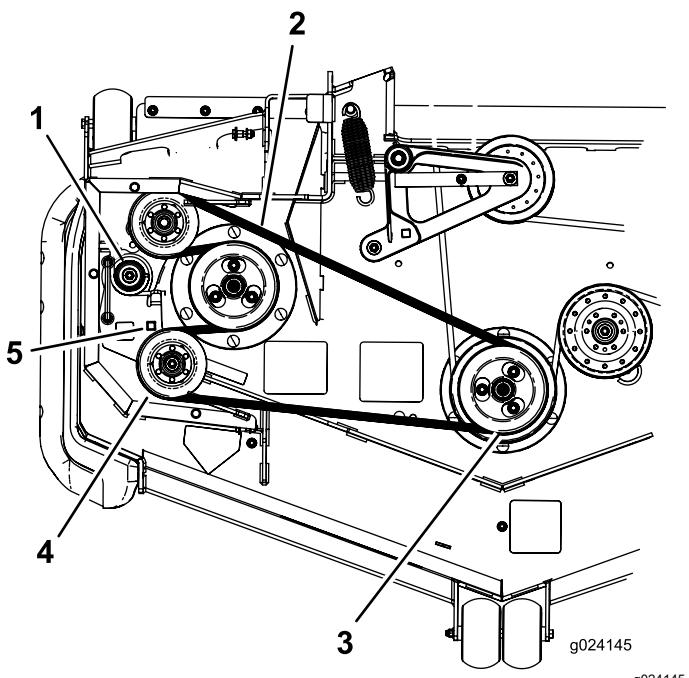

Figura 100
7. Utilize uma lingueta no orifício quadrado no braço intermédio para retirar a tensão da mola intermédia (Figura 100).
8. Retire a correia da polia da plataforma do cortador (Figura 100).
9. Retire a correia das restantes polias (Figura 100).
11. Utilizando um trinco no orifício quadrado, retire a tensão da mola e passe a nova correia em torno da polia intermédia (Figura 100).